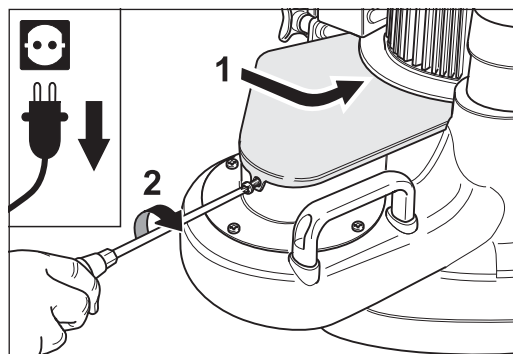

Abb. 104 Den Keilriemenschutz in den Schlitz am Motorlagerflansch einführen, in Richtung Motor schieben (1) und festschrauben (2).
- 7 Führen Sie den Keilriemenschutz in den Schlitz am Motorlagerflansch ein und schieben Sie den Keilriemenschutz in Richtung Motor (Abb. 104, 1).
- 8 Schrauben Sie den Keilriemenschutz am Ventilatoreinsatz fest (Abb. 104, 2).